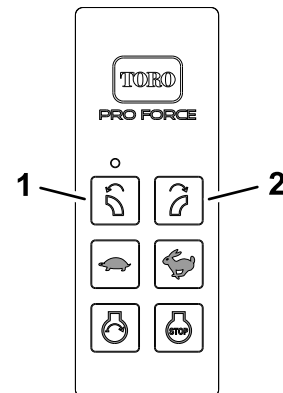

Figura 40
4. Mantenga pulsados simultáneamente los botones GIRAR TOBERA A LA IZQUIERDA y GIRAR TOBERA A LA DERECHA (Figura 40).
7. Pulse y mantenga pulsado el botón GIRAR TOBERA A LA IZQUIERDA (Figura 40).
8. Siga presionando el botón GIRAR TOBERA A LA IZQUIERDA (Figura 40) y gire la llave de encendido a la posición de MARCHA.
9. Suelte el botón GIRAR TOBERA A LA IZQUIERDA (Figura 40) y gire la llave de encendido a la posición de PARADA.